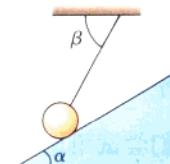

图 1-3-6
3. 在倾角为 α 的光滑的斜面上用细绳吊着一个重 $G=10 \text{ N}$ 的小球，小球处于静止状态，如图 1-3-6 所示，其中 $\alpha=30^\circ$ 、 $\beta=60^\circ$. 小球受几个力作用？各力多大？